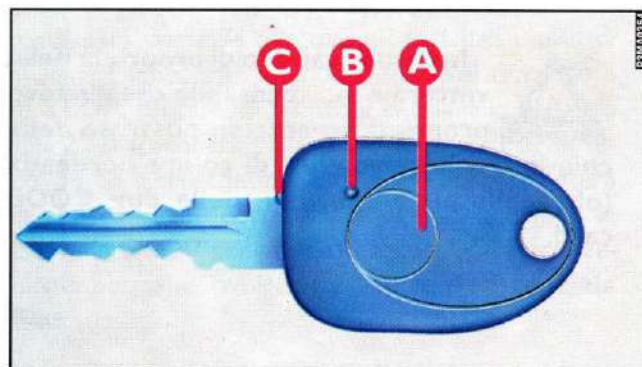

fig. 3
**Per inserire l'allarme:** premere il pulsante **A** fig. 3 del telecomando. Viene emesso un "bip" sonoro e le frecce si accendono per circa 3 secondi (nei soli Paesi in cui la legislazione lo consente). Il led sulla plancia lampeggia per tutto il tempo in cui l'impianto rimane inserito.